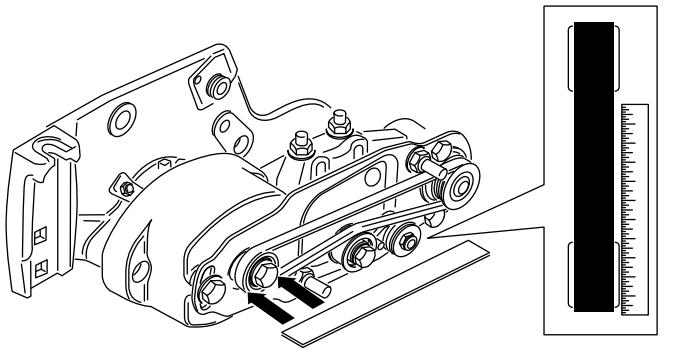

Рисунок 33
- Установите проверочную линейку на наружную поверхность **ведущего** шкива (Рисунок 33). Не устанавливайте проверочную линейку на ремень и ведомые шкивы.